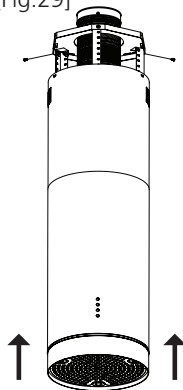

Fig. 28
- Fixar as cantoneiras no suporte de fixação utilizando 6 parafusos, arruelas e porcas [acompanham o produto]. Será necessário o trabalho de duas ou mais pessoas para a execução das etapas [Fig.28].